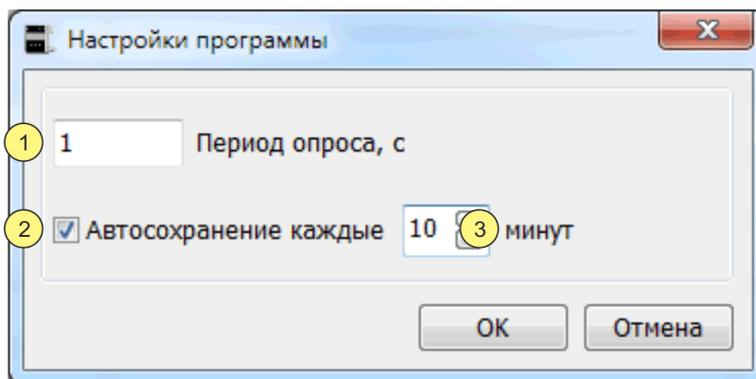

Рисунок 2 — Настройки программы
2.7.4 Если в настройках программы (2.3) установлен флаг 2 рисунок 2 "Автосохранение", то программа автоматически через равные промежутки времени будет сохранять графики в файл.